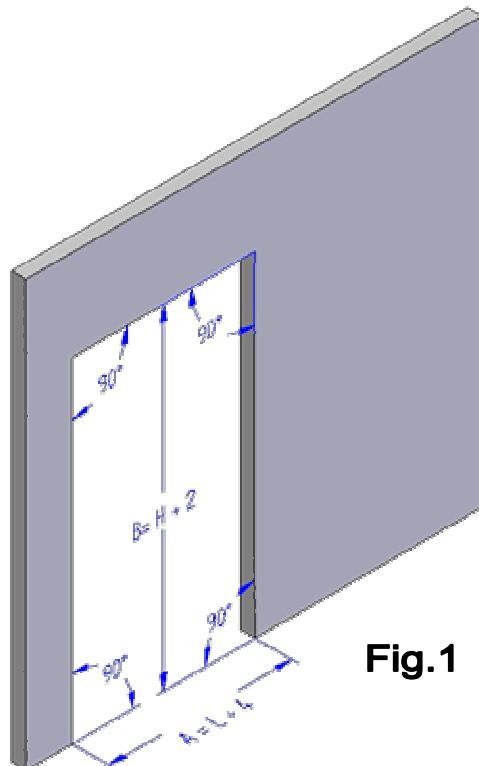

Fig.1
- Corte del panel : (Fig. 1)
Cortar el panel de aplicación según las indicaciones de la Fig. 1.